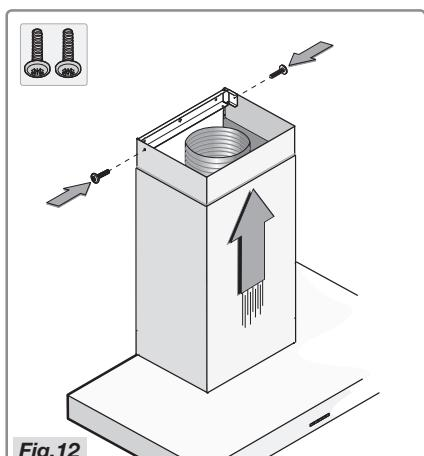

Fig.12
- Faites glisser la tige supérieure dans la tige inférieure et fixez-les sur la carrosserie de la hotte. Faites glisser la tige supérieure jusqu'à ce qu'elle se trouve contre le collier et fixez-la avec les deux vis (Fig.12).